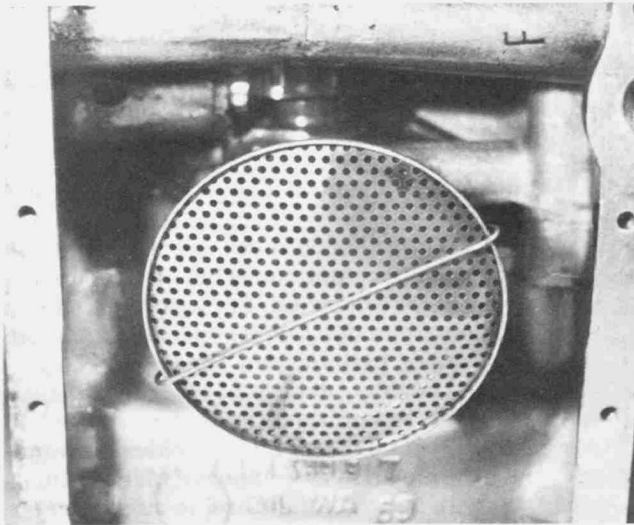

Bild 217
- Die Drahtklammer vom Lochplattendeckel abheben und die Lochplatte herausnehmen. Die Lochplatte in Kraftstoff waschen (Bild 217).